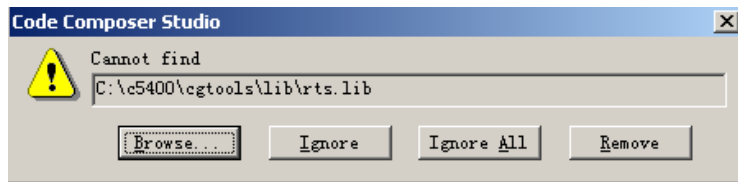

图 5.32 未找到库文件提示框
(1) 在 C:\ti\myprojects 目录下新建一个新文件夹 HelloBios。
(2) 将文件夹 C:\ti\tutorial\sim54xx\hello1 下的全部文件复制到新建立的文件夹 HelloBios 中。
(3) 运行 CCS，并打开 C:\ti\myprojects\HelloBios 下的 hello.pjt。
(4) CCS 会弹出如图 5.32 所示的对话框，提示没有找到库文件，这是因为工程被移动了。单击 Browse 按钮，在 C:\ti\c5400\cgtools\lib 找到 rts.lib 库文件。